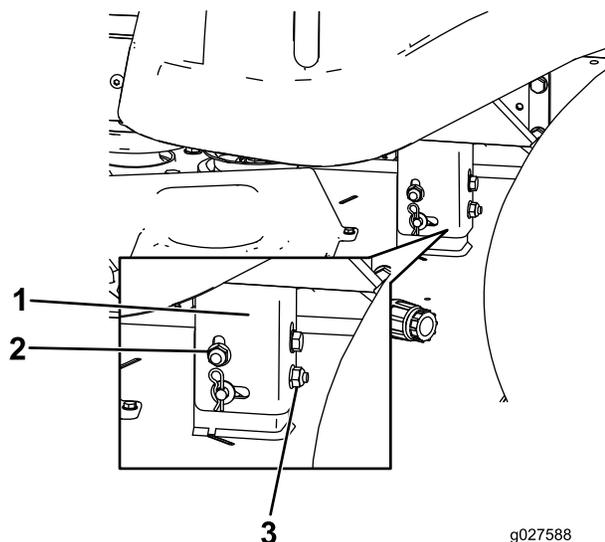

Figura 62
8. Eleve o baje el lado izquierdo de la carcasa de corte girando la tuerca trasera (Figura 62).
Nota: Gire la tuerca trasera en sentido horario para elevar la carcasa de corte; gire la tuerca trasera en sentido antihorario para bajar la carcasa de corte (Figura 62).